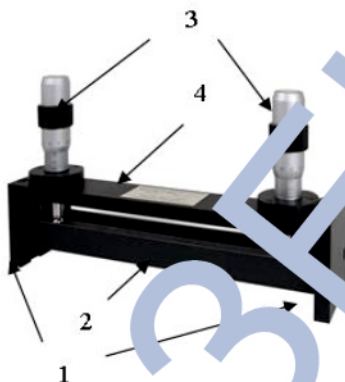

Рисунок 1 – Внешний вид аппликатора
1.3.1 Аппликатор имеет две опорные базы (рис.1, поз.1) и пластину (рис. 1, поз.2). Пружины позволяют пластине равномерно подниматься и опускаться внутри пазов опорных баз. Две микрометрические головки
(рис.1, поз.3), установленные на крышке (рис.1, поз.4), позволяют регулировать величину зазора. Внешний вид аппликатора представлен на рисунке 1.